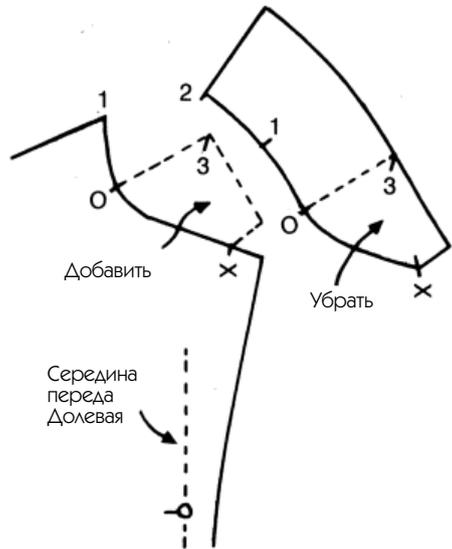

Рис. 144
1. Если линия горловины лифа на лекало продолжается до точки X (см. рис. 144), то она нуждается в коррекции:
2. Проведите наклонную линию от точки O к линии отлета воротника (точка 3, рис. 144).